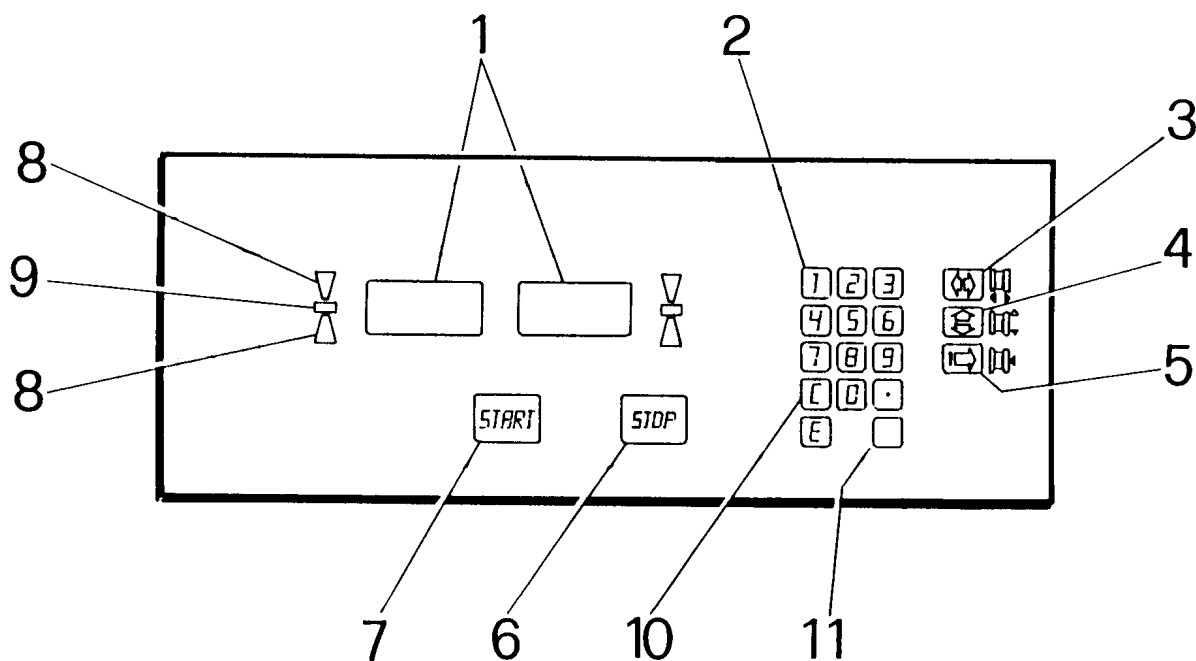
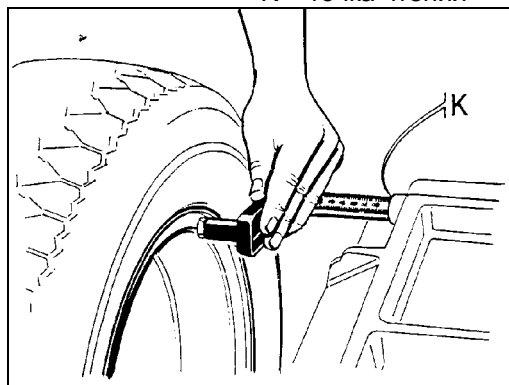
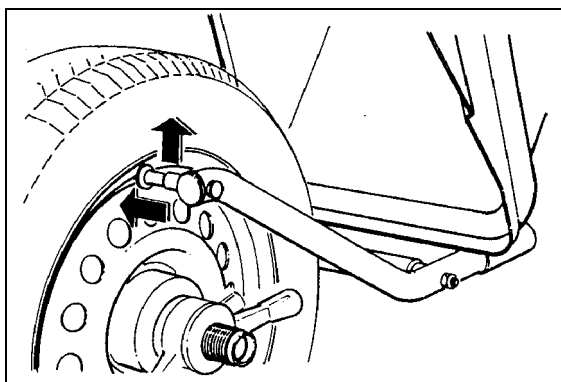

рис.16
рис.18
рис.19
<p>Примечание: Вышеперечисленные минимальные и максимальные значения относятся к динамическому дисбалансу по двум компенсационным плоскостям или только к статическому дисбалансу. Дисбаланс указывается в граммах 3-мя цифрами. Если предпочитаете иметь данные в унциях вместо граммов, замена может быть проведена посредством программирующего устройства (смотреть рис. 16 на стр. 11) Угловая позиция указывается светодиодами.</p>	 <p style="font-size: small;">Via della Costituzione 49 42015 Correggio (RE) Italy</p> <hr/> <p>Model _____</p> <hr/> <p>V _____ ~ _____ Hz _____ A</p> <hr/> <p>IP _____ max _____ kPa _____ max _____ bar</p> <hr/> <p>Kg _____ YEAR _____</p> <p>N° MATR _____</p>
- на дисплее (**рис.16**) (**1**) появиться **0 0**.
- Предварительно закрыв кожух защиты колеса нажать кнопку запуска, **START** (**рис.16**) (**7**), начиная, таким образом, цикл измерений.
- Защита колеса может быть открыта только после полного останова. Кнопка останова **STOP** (**рис.16**) (**6**) имеет функцию останова машины в аварийных ситуациях.
- Светодиоды в форме стрелок (**рис. 16**) (**8**) указывают направление, в котором нужно поворачивать колесо, для определения положения установки балансировочных грузиков (отдельные указания для каждой стороны колеса).
- Поворачивать вручную колесо до тех пор, пока не загорится центральный светодиод **LED** (**рис.16**) (**9**).
- Размер **расстояние обода** измеряется установленной на машине выдвижной мерной линейкой (рис. 18), и на шкале которой можно прочесть значение задаваемого расстояния .
- Программирование выполняется подводом **внутренней мерной линейки (рис.18)** и **внешней мерной линейки (рис.19)** вплотную к ободу, до появления звукового сигнала подтверждения "бип".
- а) Нажать **3** (рис. 16) и ввести ширину колеса в дюймах (пример: 6.0 или 5.5 и т.д..) затем нажать **Е**
- б) Нажать **4** (рис. 16) и ввести диаметр колеса в дюймах (пример: 13" или 14") затем нажать **Е**
- в) Нажать **5** (рис. 16) и ввести расстояние колеса от корпуса балансирующего станка в мм (прим: 80мм, 65мм и т.д.): это расстояние выделено на шкале мерной линейки (рис.18) затем нажать **Е**
- 8 - Нажать **1 О О Е** (рис.16) (можно также использовать не только грузики весом в 100г. но и другие: если вес грузика равен 80 граммам нужно нажать **8 0 Е**)